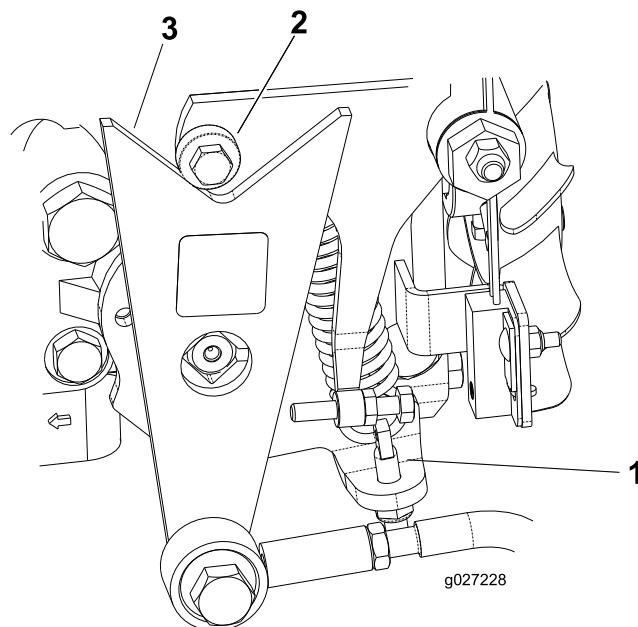

Figura 44
- Se le ruote girano nella direzione corretta, spegnete il motore e regolate il dado di bloccaggio del perno di regolazione della molla (Figura 44). Regolate la posizione per la folle; fate riferimento a Regolazione della trazione per la folle \(pagina 35\).